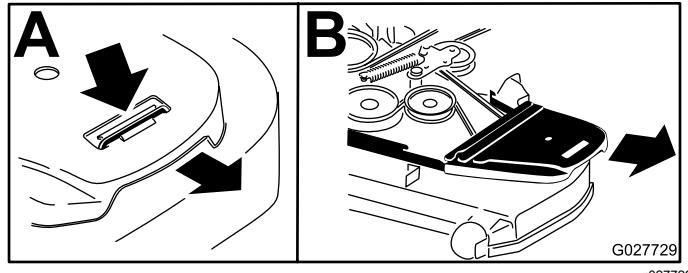

Figure 58
4. Déposez les protège-courroies (Figure 58).